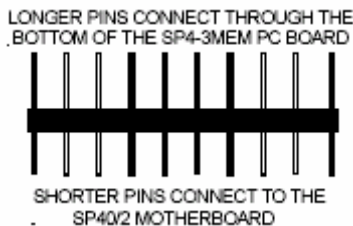

Рис. 4. 10-штырьковый переходник
3. В соответствие с Рис.4, соедините короткие штырьки, расположенные на двухстороннем 10-штырьковом переходнике, с отверстиями в 20-контактном разъеме J1, расположенном на материнской плате панели SP40/2.